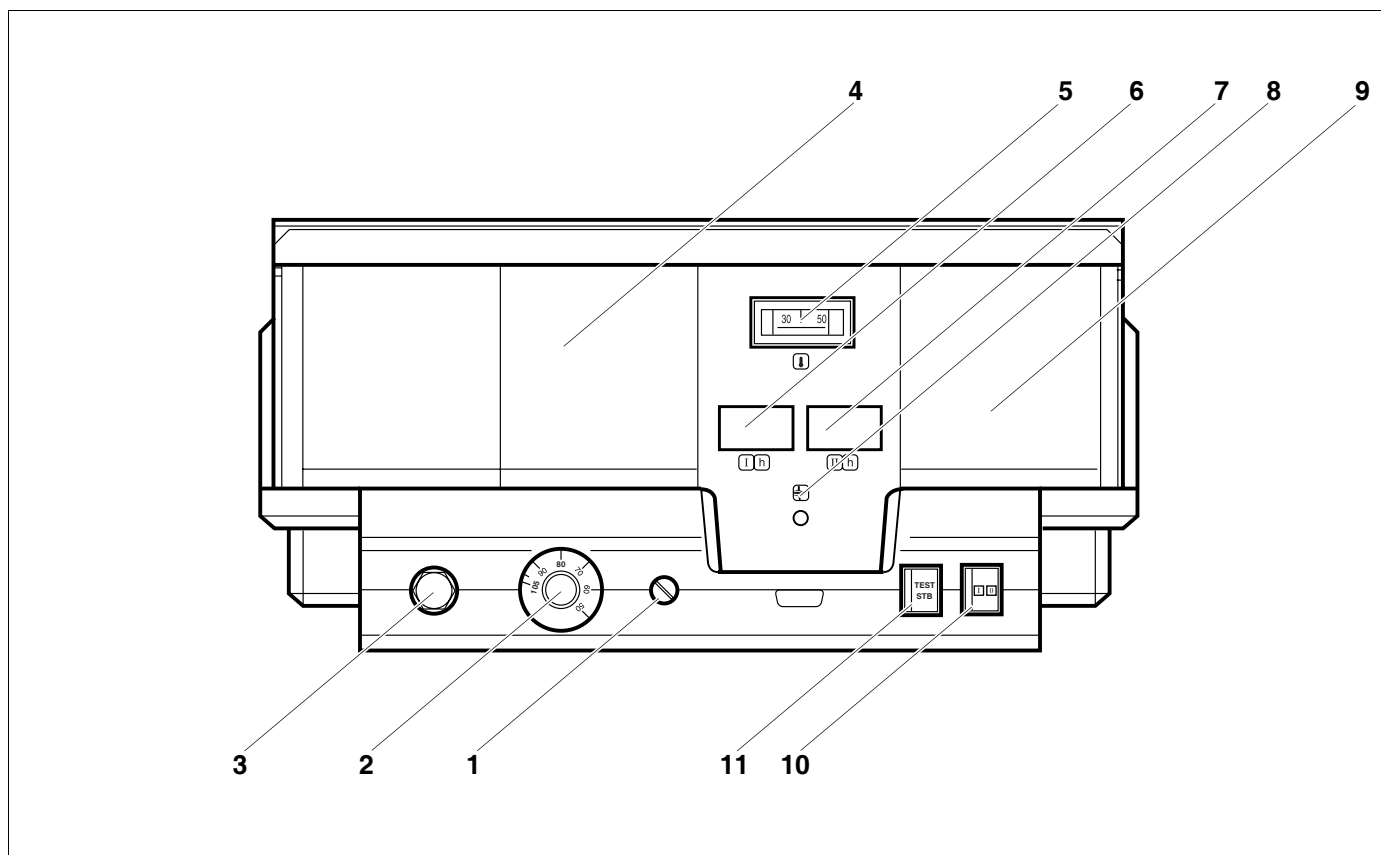
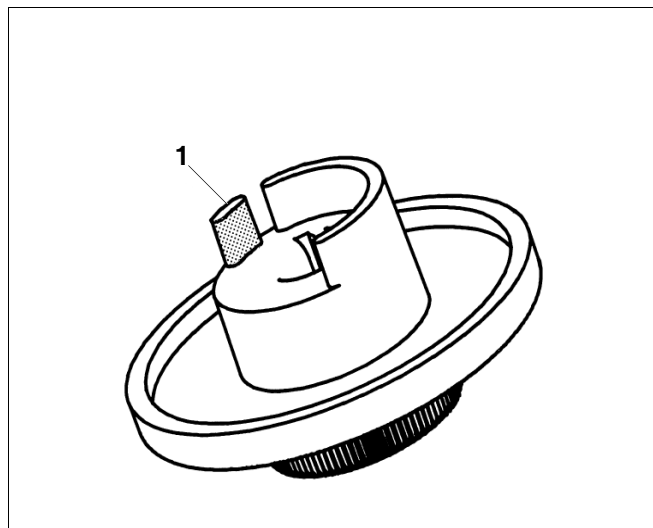

Bild 1 Manöverelement manöverpanel Logamatic 4212
Bild 5 Inställningsknapp
Förklaringar till bild 1
Om pannan är utrustad med panndriftsmodul ZM 427 eller extern reglering måste temperaturregulatorn för pannvatten (Bild 1, **Pos. 2**) vara inställd på minst 80 °C.
Temperaturregulatorn för pannvatten (Bild 1, **Pos. 2**) är en tvåspårstemperaturregulator för 2-stegs brännardrift. Kopplingspunkten för temperaturregulatorn för pannvat- tens steg 2 ligger ca. 5 °C lägre än den i steg 1.
Om indikeringen för brännarfel (Bild 1, **Pos. 8**) lyser måste du informera din värmespecialistfirma för åtgärdande av fel.
Knappen STB (Bild 1, **Pos. 11**) är till för att testa säkerhetstemperaturbegränsaren (Bild 1, **Pos. 3**) med hjälp av en värmespecialistfirma.
- Tryck på knappen STB (Bild 1, **Pos. 11**) och håll den nedtryckt tills STB (Bild 1, **Pos. 3**) utlöses.
- För att regla upp säkerhetstemperaturbegränsaren (Bild 1, **Pos. 3**) måste hattmuttrarna på STB vridas av, och reparationsknappen som ligger därunder måste tryckas ned.
- Dra av inställningsknappen (Bild 5) på temperaturregulatorn för pannvatten (Bild 1, **Pos. 2**).
- Bryt av stoppkam (Bild 5, **Pos. 1**).
- Sätt åter på inställningsknappen på temperaturregulatorn för pannvatten (Bild 1, **Pos. 2**).